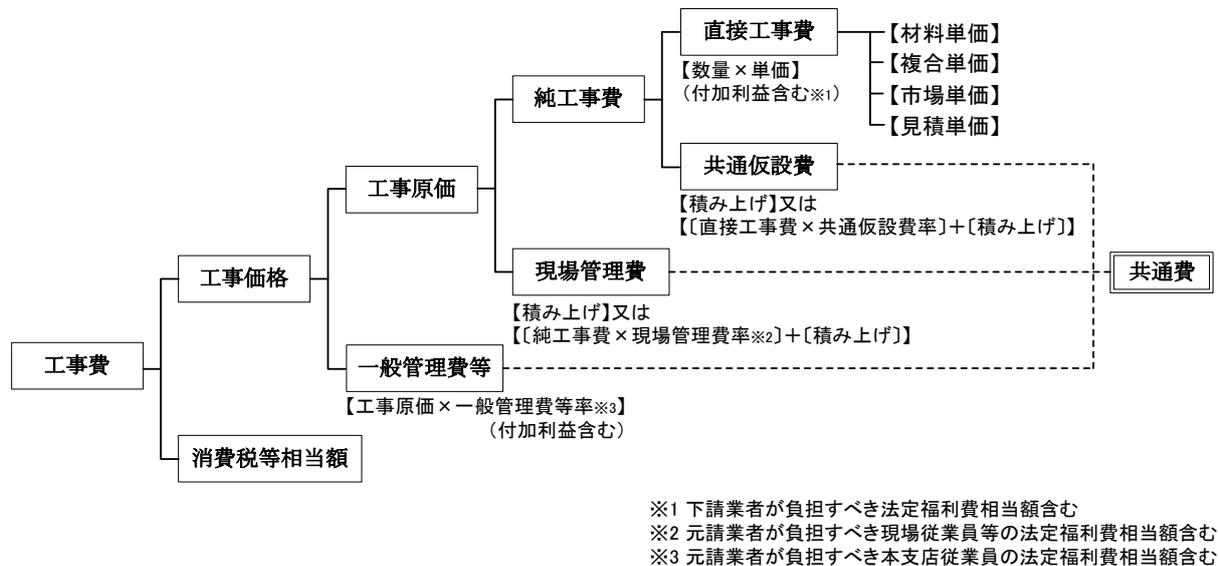

図 1.1 工事価格の構成
1. 積算の概要 工事価格の構成は図 1.1 に示す通り，各要素により構成されている。